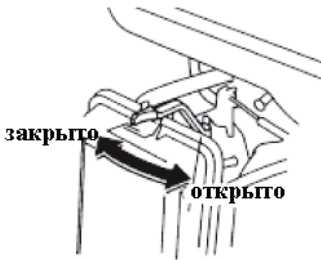

Рис.4. Положение рычага воздушной заслонки
7.4.2. Закрыть воздушную заслонку карбюратора, переведя рычаг воздушной заслонки в крайнее левое положение «закрыто», см.рис.4.